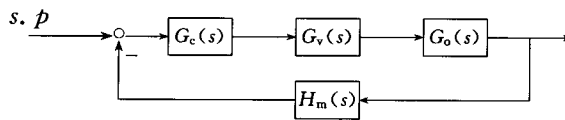

图 1-17 图 1-16 的方块图
**解** 该系统的被控对象为蒸汽加热器, 被控变量为物料的出口温度, 操纵变量为加热蒸汽流量, 可能的干扰有进料流量、进料温度、加热蒸汽压力等。其方块图如图 1-17 所示。